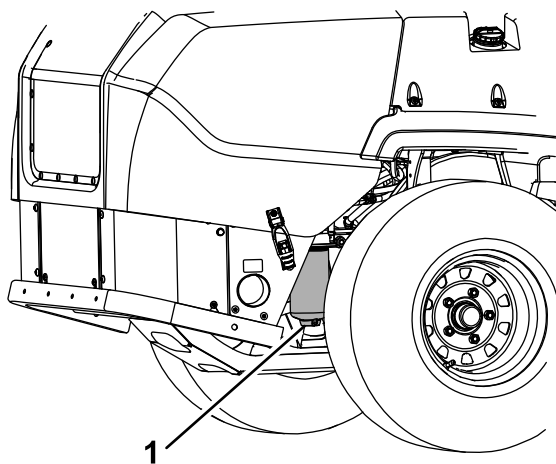

Рисунок 40
4. Відкрийте зливну заглишку на сепараторі води приблизно на 1 оборот, щоб зливались вода та інші забруднювачі (Рисунок 40).